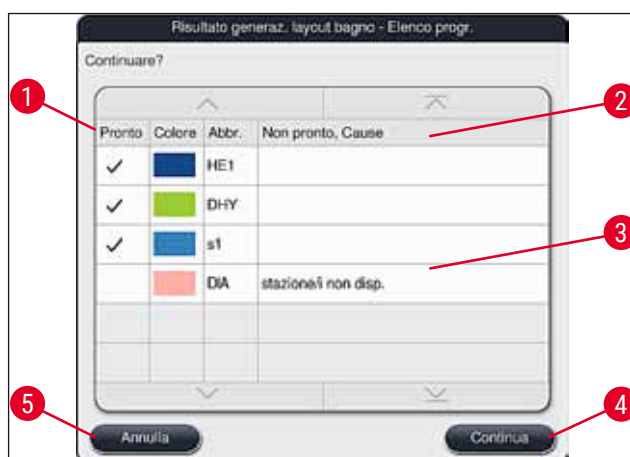

Fig. 51
- Se sono stati selezionati più programmi di quanti ne possono essere integrati nel layout del bagno, l'utente viene informato con la videata **Risultato generaz. layout bagno** (→ "Fig. 51"). I programmi integrati con successo sono contrassegnati da una spunta nella colonna **Pronto** (→ "Fig. 51-1").